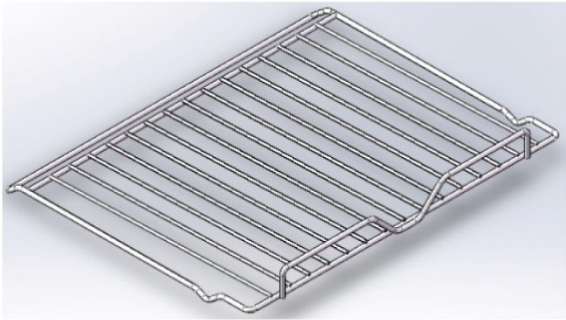

Fig. 1
- ① Fonction micro-ondes de base ; ② Fonction gril (peut être combinée avec différentes fonctions) ; ④ Décongélation par micro-ondes ; ⑥ Température/Puissance/Poids ; ⑦ Symbole du réglage de l'heure ; ⑧ Temps de travail ; ⑨ Durée de chauffage ; ⑩ 8 modes différents ; (11) Affichage durée/température de cuisson/durée d'alarme (12) Symbole d'alarme ; (13) Augmentation de la température ; (14) Lumière ; (15) Heure de fin ; (16) Manque d'eau ; (17) Boost ; (18) Verrouillage enfant
•Grille (Fig. 1)